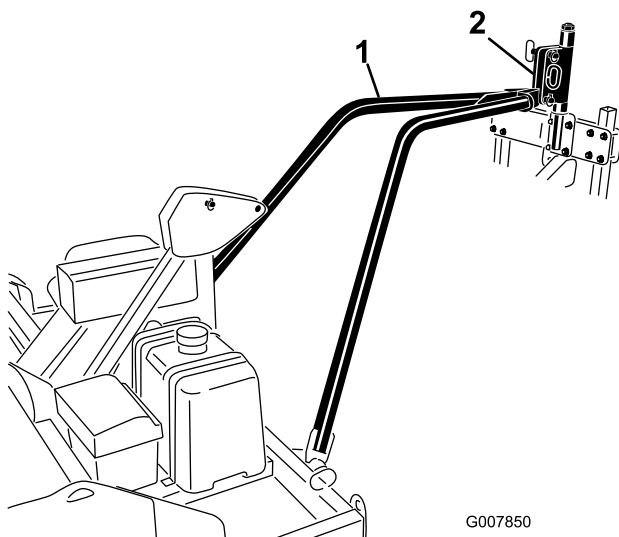

Figura 13
- Retire o reboque ou corda e baixe a placa de engate do braço de reboque para o engate articulado do aerificador (Figura 13).